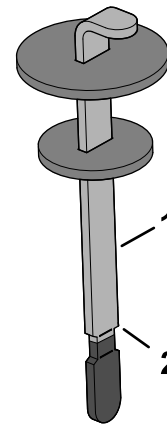

Figura 169
4. Retire la varilla del cuello de llenado y límpiela con un paño limpio. Inserte la varilla en el cuello de llenado; luego retírela y compruebe el nivel del fluido. El nivel de fluido debe llegar a la marca de la varilla (Figura 169).